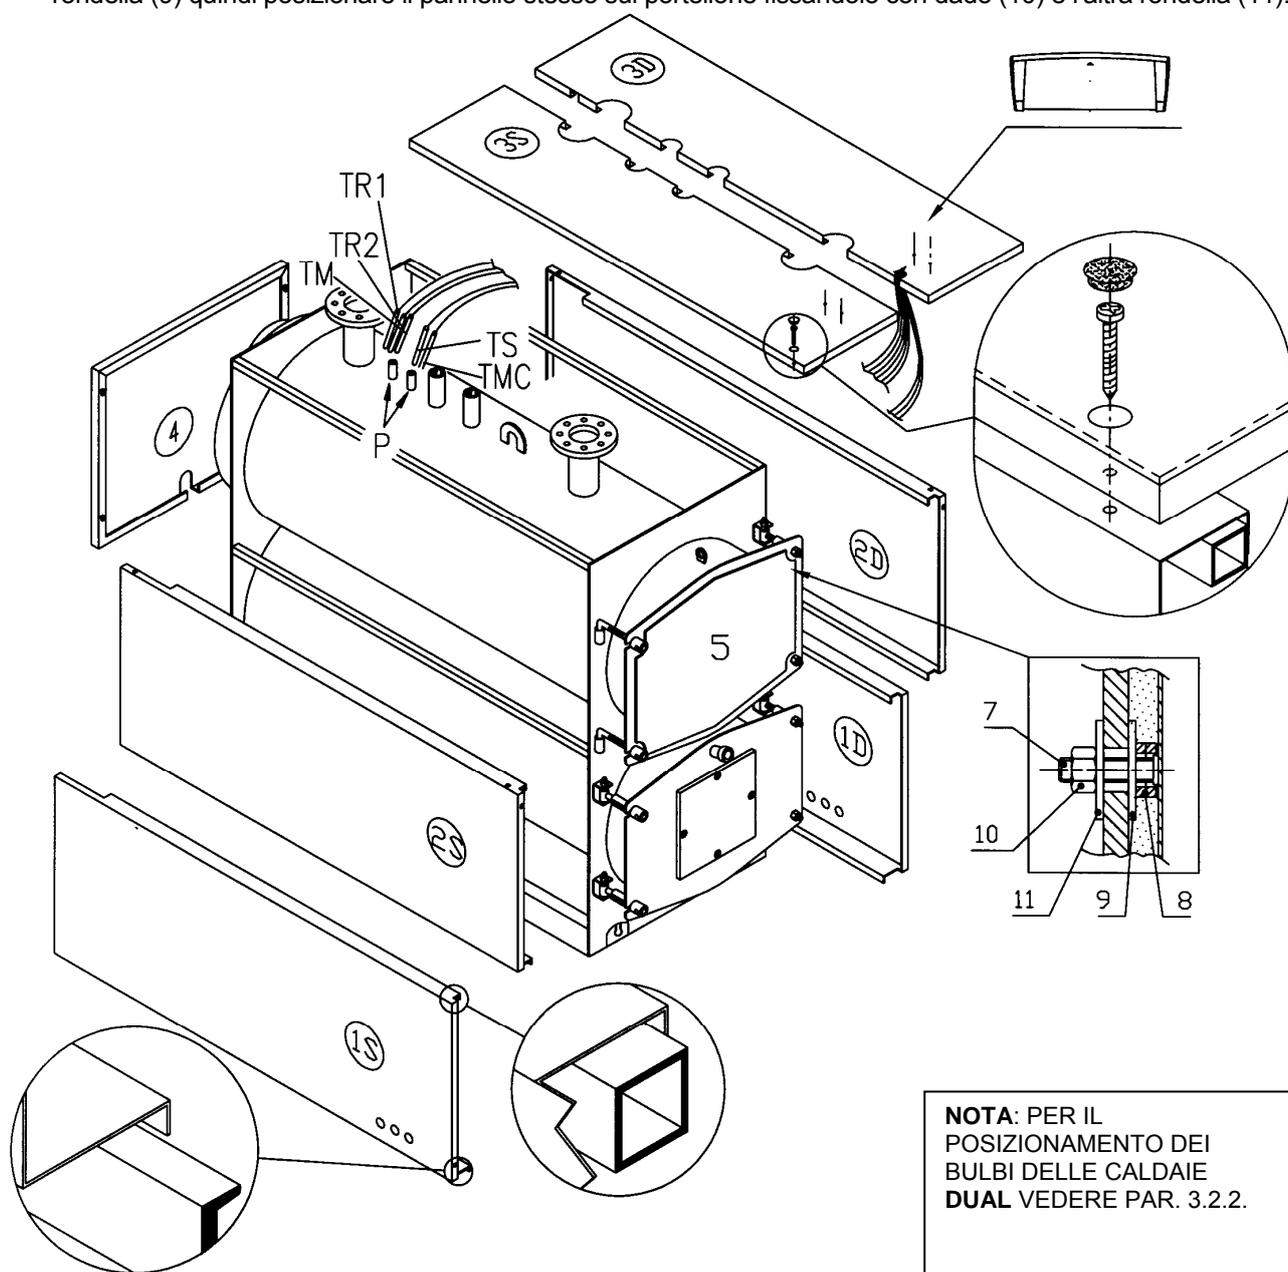

Fig. 8
4.3 RIVESTIMENTI CALDAIA (Fig. 8)